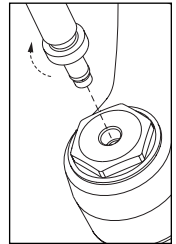

Abb.4
3. Schrauben Sie die RockShox Luftpumpe mit dem SID Adapter in die obere Abdeckkappe (Abb. 4).